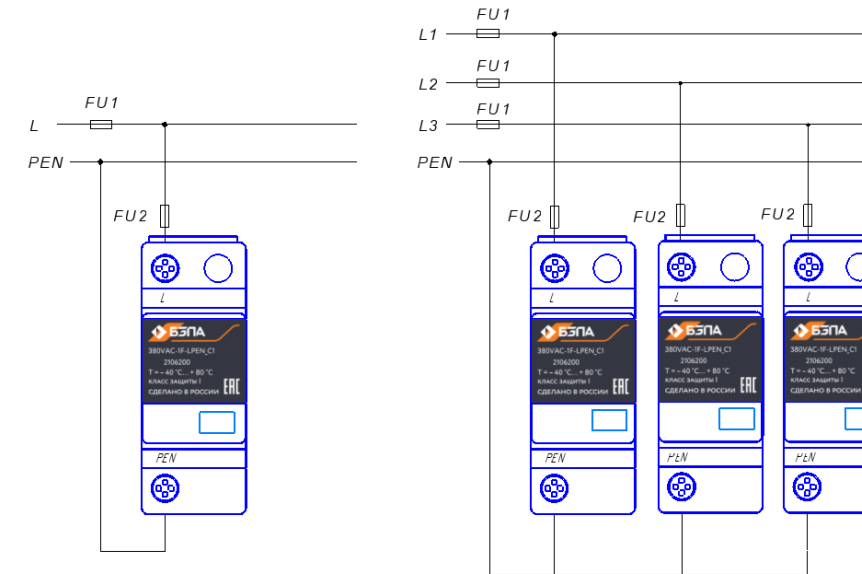
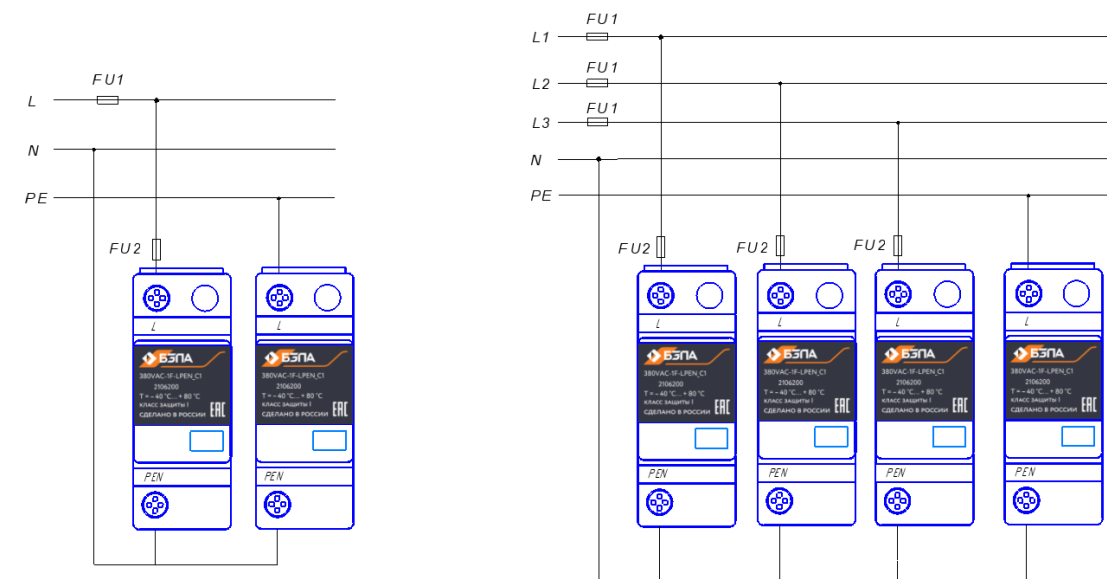

Рисунок 3 - Подключение УЗИП по схеме с системой заземления TN-C
Рисунок 4 – Подключение УЗИП по схеме с системой заземления TN-S
1.5.3 Подключение УЗИП по схеме с системой заземления TN-C показано на рис. 3, по схеме с системой заземления TN-S – на рис. 4. Защитные предохранители FU1 номиналом 500 А gG устанавливается на вводе в электроустановку. Дополнительные предохранители FU2 устанавливается перед УЗИП, если FU1 > 500 А.